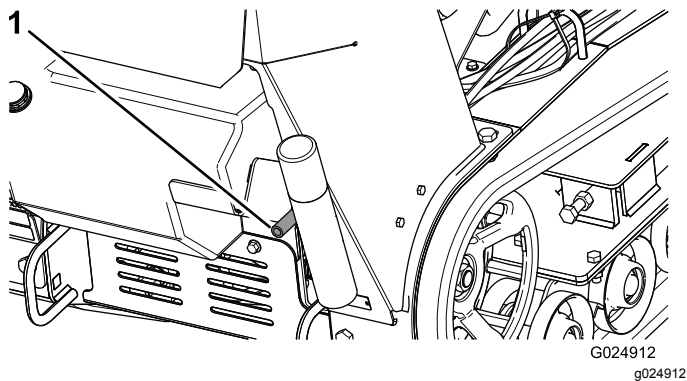

Figura 34
5. Coloque um recipiente debaixo do tubo de escoamento de óleo. Rode a válvula de drenagem de óleo para deixar o óleo drenar (Figura 33 e Figura 34).